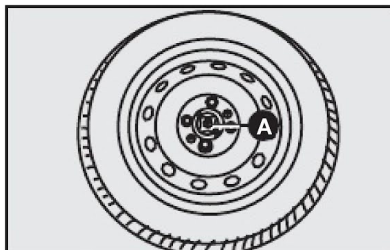

fig. 14
- Colocar a roda substituída no compartimento da roda sobressalente. Fixar a roda com o dispositivo de bloqueio A-fig. 14.